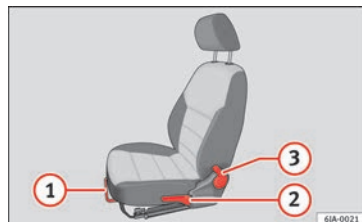

Fig. 58 Comandos de ajuste do banco/comandos de ajuste de um banco desportivo.
»» **Fig. 58** e desloque o banco para a frente ou para trás.
»» **Fig. 58** (várias vezes, se necessário) para cima até conseguir a posição desejada.
- Não exerça força sobre o encosto e puxe a alavanca ③ » Fig. 58 para trás e, pressionando o encosto, consiga a inclinação desejada.
- Ao soltar a alavanca ③, o encosto fica na posição regulada.